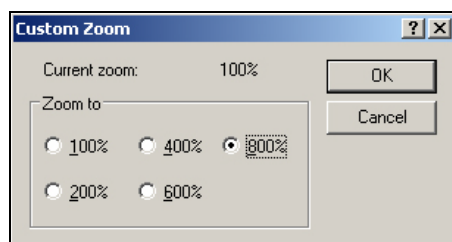

Figura 5-44: Personalizar zoom
- 2 Vá até *Ver > Zoom > Personalizar*. A caixa de diálogo *Personalizar zoom* (veja Figura 5-44 na página 5-56) aparece.